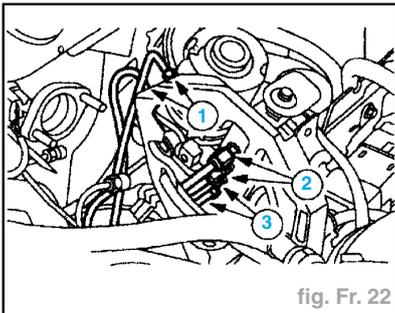

fig. Fr. 22
- Débrancher les tuyaux de freins de la centrale hydraulique (fig. Fr. 22) :